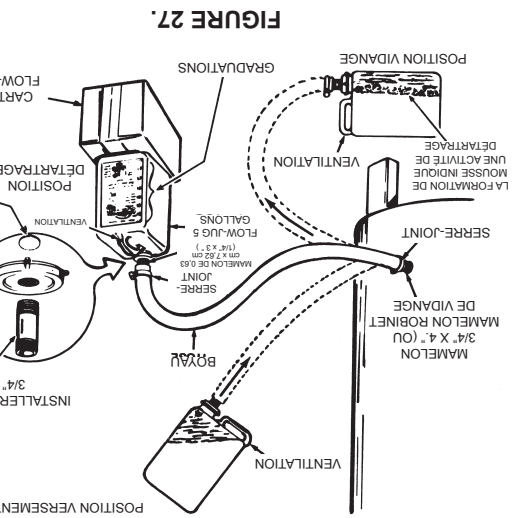

FIGURE 27.
2. Soulever le contenant à la position « Verser », voir Figure 27, en faisant attention de garder la ventilation dans la poignée au-dessus du niveau du liquide et verser le UN•LIME dans le chauffe-eau.
4. Laisser UN•LIME dans le chauffe-eau pendant 5 minutes puis abaisser le contenant à la position « Vidanger », voir Figure 27.